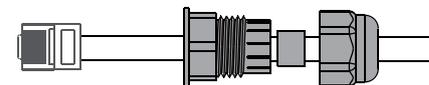

Figura 4.5-4 Chiusura remota del collegamento del cavo
**Passo 3-2 Per l'arresto remoto.** Far passare il cavo attraverso la piastra d'acciaio, quindi collegare i fili ai pin 5 e 6. La Tabella 4.6-1 descrive la definizione della porta a 6 pin, il cablaggio è mostrato nella Figura 4.5-4.